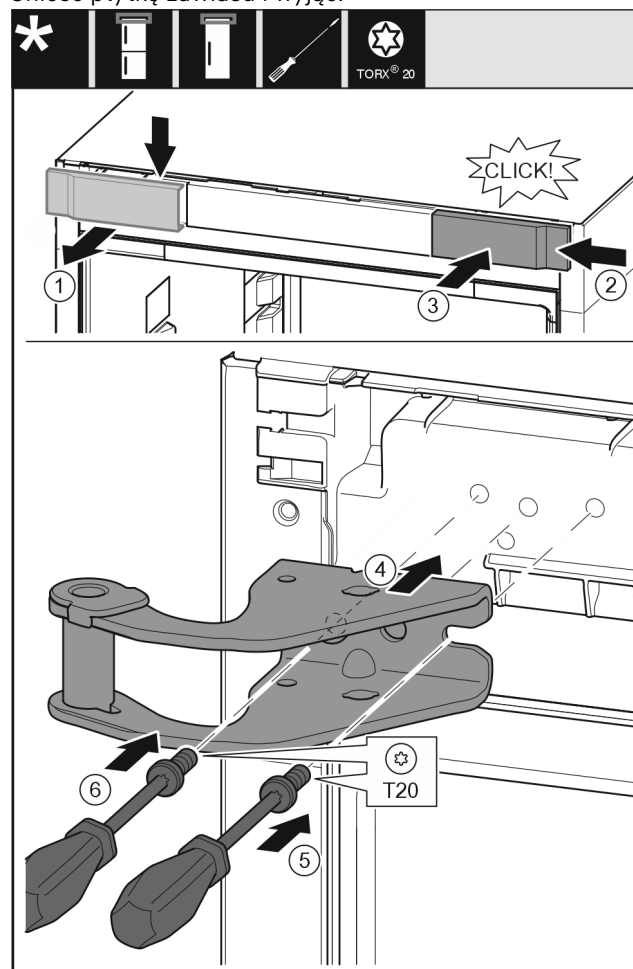

Fig. 14
- ▶ Wyjąć osłonę od góry do przodu. Fig. 14 (1)
- ▶ Osłonę obróconą o 180° założyć z drugiej strony od prawej. Fig. 14 (2)
- ▶ Zazębnić osłonę. Fig. 14 (3)
- ▶ Założyć górną płytkę zawiasu. Fig. 14 (4)
- ▶ Śrubę założyć przy pomocy śrubokręta T20 i mocno dokręcić. Fig. 14 (5)
- ▶ Śrubę założyć przy pomocy śrubokręta T20 i mocno dokręcić. Fig. 14 (6)